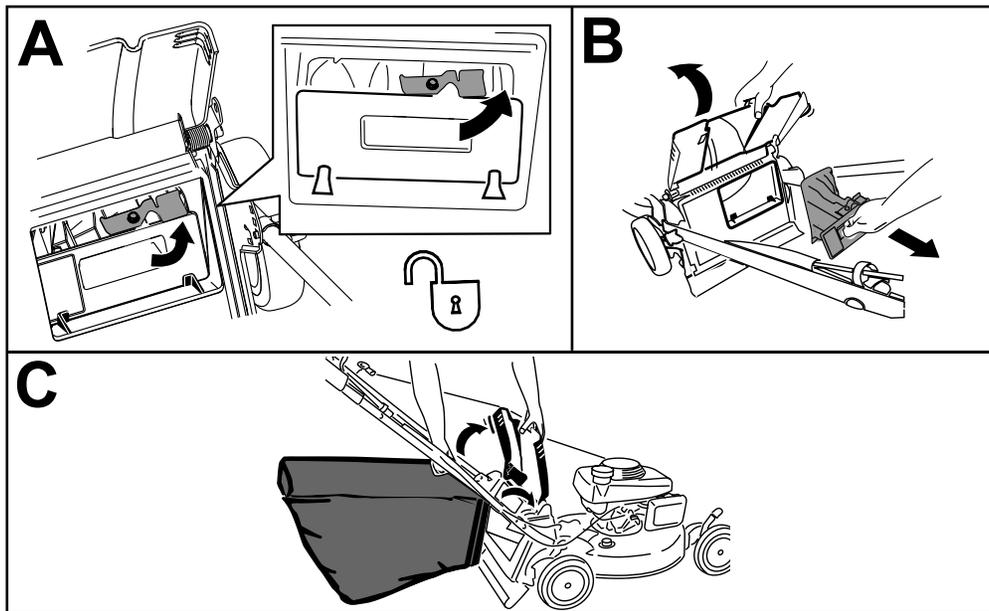

Figure 23
**Remarque:** Pour déverrouiller l'obturateur arrière, tournez le levier vers la droite (Figure 23).
1. Soulevez le déflecteur arrière et maintenez-le dans cette position, puis déverrouillez l'obturateur arrière (encadré A de la Figure 23).
2. Retirez l'obturateur arrière (encadré B de la Figure 23).
3. Accrochez le bord supérieur avant du bac aux ergots sur les crans des supports de poignée (encadré C de la Figure 23).